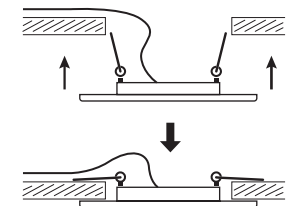

Рис. 2
- Установите светильник в потолок, отогнув пружинные крепления. Убедитесь что светильник встал на место и пружинные крепления разогнулись (Рис. 2).